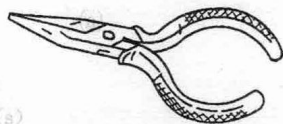

图 1-5 尖嘴钳
(1) 尖嘴钳 尖嘴钳的头部尖细,适用于在狭小的工作空间操作。常用的尖嘴钳多是带刃口的。其常用外形如图 1-5。